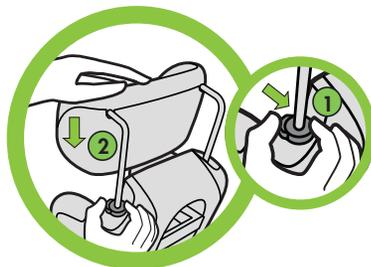

Figura 18b
Presione el botón de ajuste del apoyacabezas situado en el lado izquierdo del asiento (viendo el asiento desde atrás) (1), y empuje el apoyacabezas hasta que se trabé (2), tal como se ilustra en la **figura 18b**.